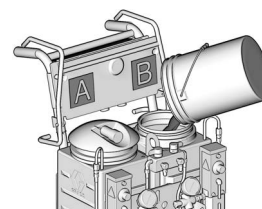

FIG. 8 Llene el tanque B con resina
5. Retire la tapa del depósito B y vierta la resina en el depósito B (lado azul). Consulte la FIG. 8.